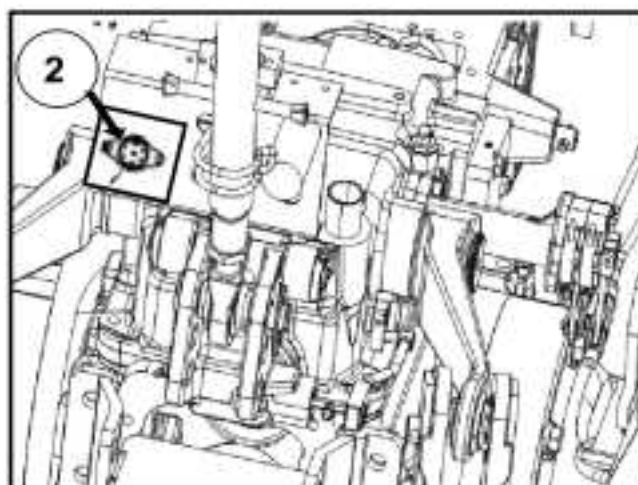

Fig.3-3
2. Tomada traseira de 7 pólos (Fig.3-3).